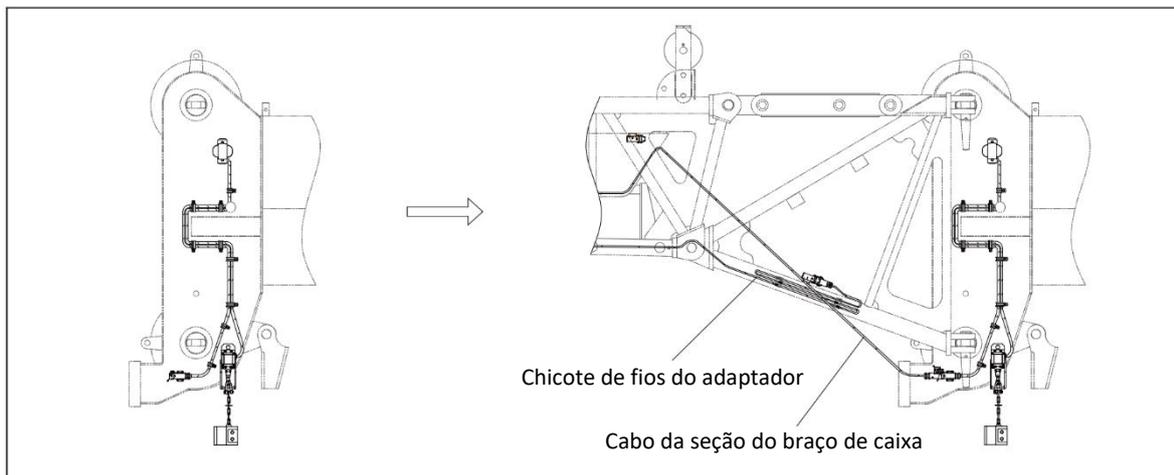

Figura 4-14 Instalação do interruptor de fim de curso de elevação no braço
- 2) Conecte o plugue no soquete na cabeça da lança principal. Consulte a figura 4-14.